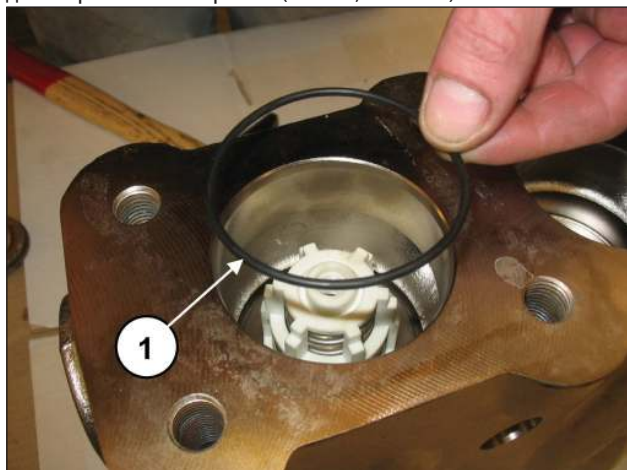

Рис. 110
Вставьте уплотнительное кольцо поз. №17 на детализовочном чертеже (поз. ①, Рис. 110).